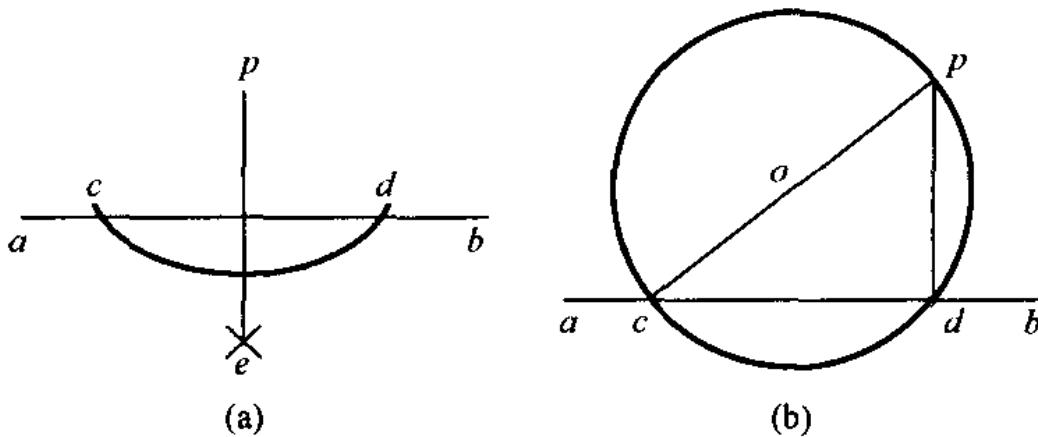

图 1.5 作直线外点的垂线
(2) 作直线外点的垂线 如图 1.5 (a) 所示，以 p 点为中心，取大于 \overline{ab} 线至 p 点的距离的长度为半径画弧交 \overline{ab} 于 c 、 d ；分别以 c 、 d 点为中心，以大于 \overline{cd} 线 $1/2$ 的长度为半径画圆弧交点为 e ，连接 e 、 p 点，则 $\overline{ep} \perp \overline{ab}$ 。
再如图 1.5 (b) 所示，过 p 点任作一倾斜线交 \overline{ab} 于 c ，取 \overline{cp} 中点为 o ，以 o 点为中心，取 co 长度为半径画圆弧交 \overline{ab} 于 d 点，连接 d 、 p 点，则 $\overline{dp} \perp \overline{ab}$ 。